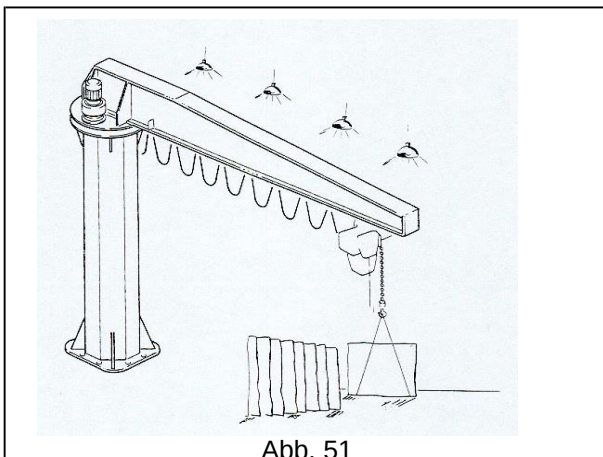

Abb. 51
• Die Beleuchtung der Umgebung muss stets so sein, dass ein Betrieb des Krans bei größtmöglicher Sicherheit gewährleistet ist (Abb. 51). • Bei Arbeiten in nicht ausreichend beleuchteten Bereichen ist ein zusätzliches Beleuchtungssystem bereitzustellen. Dabei sind Lichtkegel zu vermeiden, die das Sichtfeld im und um den Arbeitsbereich einschränken.